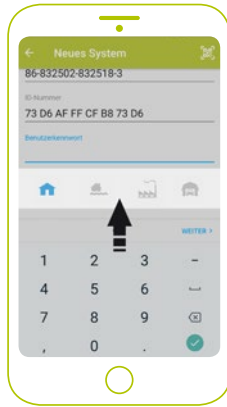

Abb. 28. Icons des Alarmsystems zur Wahl.
7. Wählen Sie das Icon des Alarmsystems, das es identifizieren wird. (Abb. 28.)